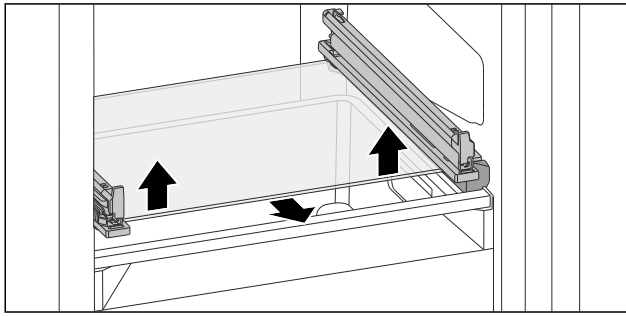

Fig. 139 Glasplatte des abklippbaren Schubfachs
- Glasplatte von unten beidseitig nach oben drücken. (siehe Fig. 139)